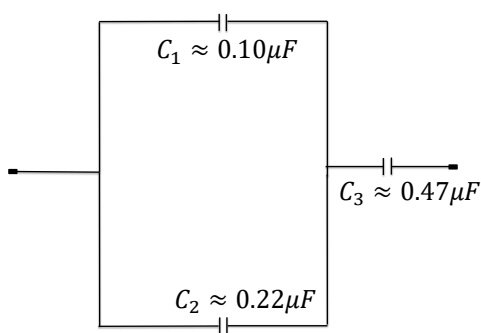

Figure 4: Combinaison mixte de condensateurs.
1. Le montage illustré à la Figure 4, ci-dessous, est une combinaison mixte (série et parallèle) de condensateurs. Pour calculer la valeur équivalente, il faut premièrement trouver la capacité équivalente aux deux condensateurs en parallèles seuls, à l'aide de l'équation (4). Ensuite, ce condensateur équivalent est en série avec le troisième condensateur, ce qui donne finalement la capacité du condensateur équivalent total, en utilisant l'équation (3).
2. En utilisant le panneau de circuit électrique, branchez les trois condensateurs selon la combinaison en série et parallèle montrée à la Figure 4.